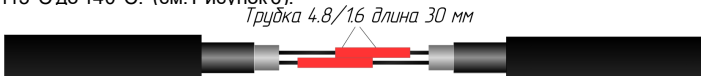

Рисунок 6
2.10. На место соединения токоведущих жил надвинуть и усадить термоусадочные трубки п.3 4.8/1.6 длиной 30 мм. Температура усадки от 115°C до 140°C. (см. Рисунок 6).